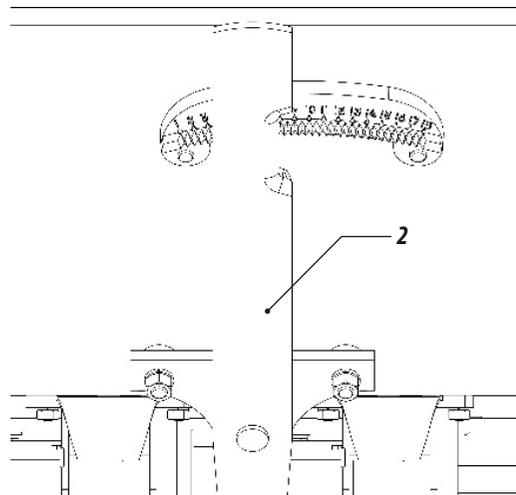

Figura 13
02 - La cantidad de semilla es regulada a través de la palanca (1) de la FIGURA 13.